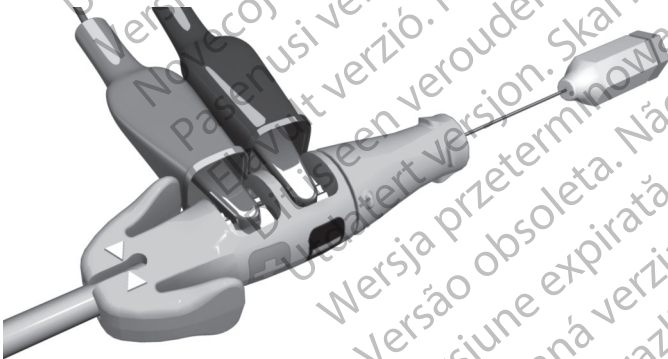

Abbildung 9. An der Messkappe befestigte PSA-Klemmen
- Verbinden Sie die Krokodilklemmen des PSA-Kabels mit den Federkontakten [Kathode (-), Anode (+)] der Messkappe. Durch die Verwendung der Messkappe wird der Anschlussstift vor einer Beschädigung durch die Krokodilklemmen geschützt und eine Überbrückung zwischen den Steckerkontakten vermieden. Befestigen Sie die Krokodilklemmen vollständig an den negativen und positiven Federkontakten, um ungenaue Elektrodenmessungen zu vermeiden (Abbildung 9 An der Messkappe befestigte PSA-Klemmen auf Seite 24).